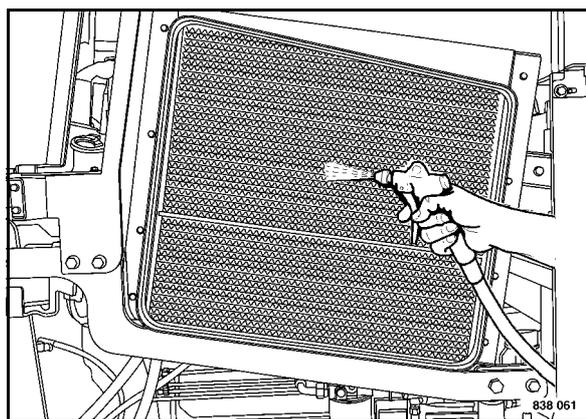

Fig. 171
- Soffiare il radiatore motore e il radiatore olio idraulico (Fig. 171) con aria compressa.